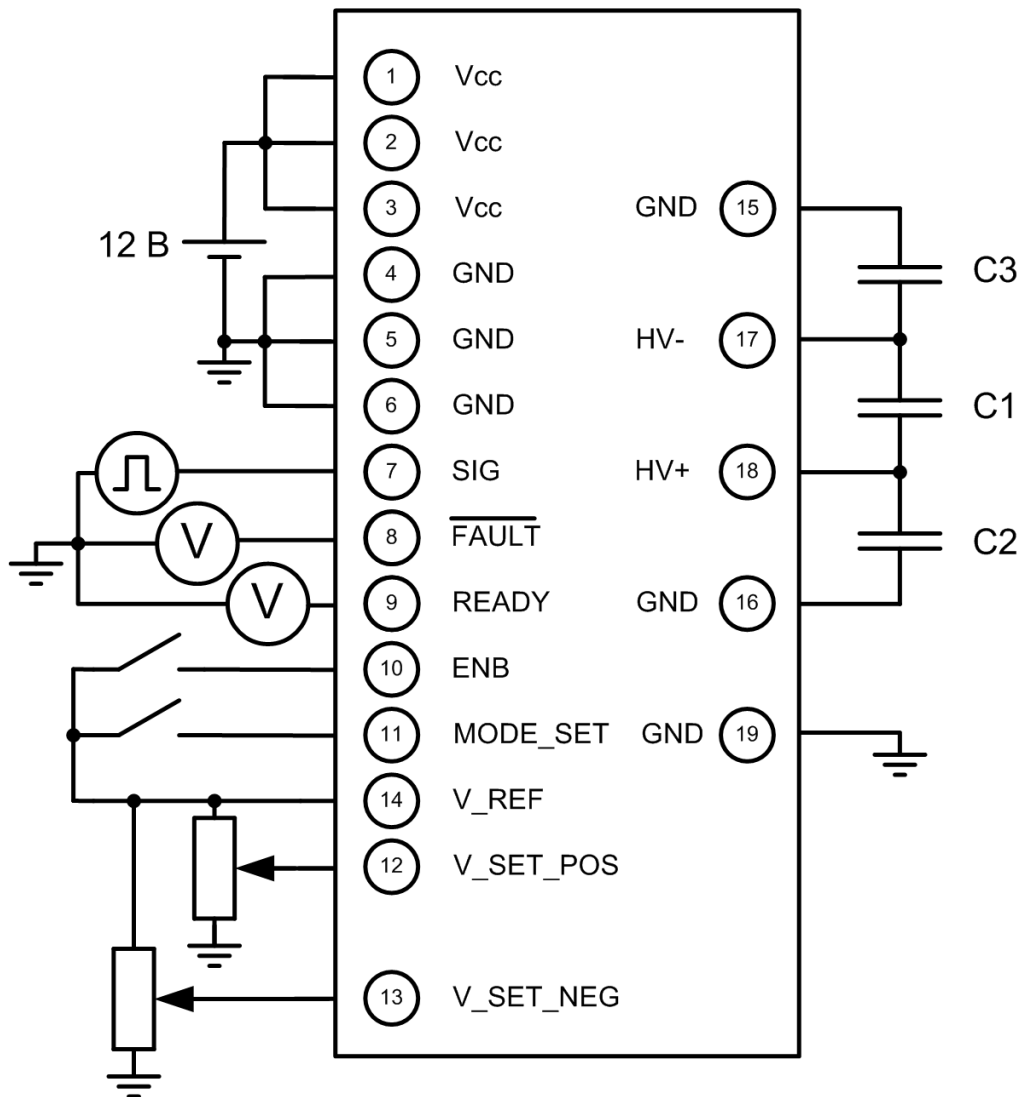

Рис. 1 Схема подключения сигнальных контактов.
1. Подключить генератор согласно схемам на рис. 1.